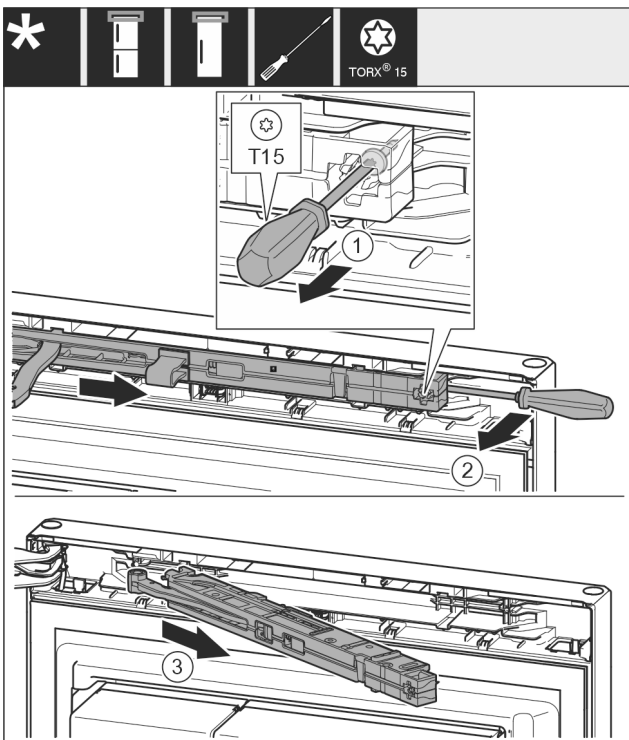

Fig. 11
- Allentare la vite di ca. 14 mm sull'unità ammortizzatore di chiusura con il cacciavite T15. *Fig. 11 (1)*
- Spingere con un cacciavite sul lato maniglia dietro l'unità ammortizzatore di chiusura e ruotarla in avanti. *Fig. 11 (2)*
- Estrarre l'unità ammortizzatore di chiusura. *Fig. 11 (3)*